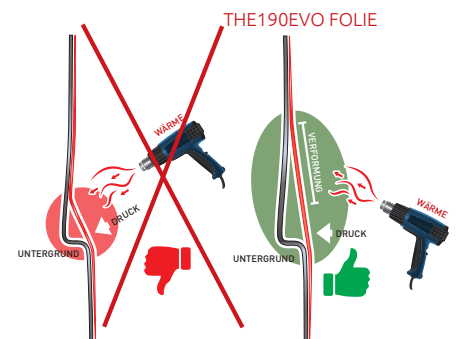

Abbildung 06
- Die gespannte Folie ist so auf dem Untergrund aufzulegen, dass sie die erhabenen Stellen berührt. (Abb. 06)